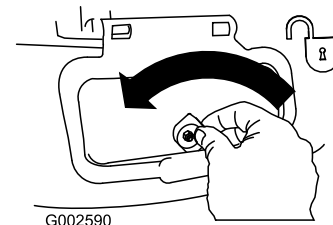

Bild 26
1. Entriegeln Sie die Seitenauswurfklappe (Bild 26).